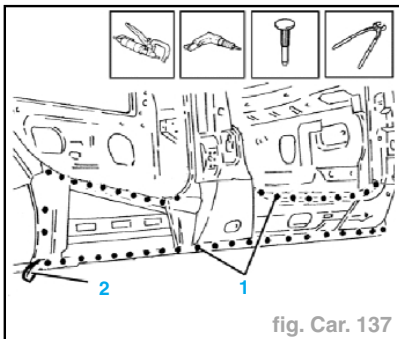

fig. Car. 137
- Faire sauter les points de soudure sur les bords du revêtement et déposer le revêtement de la coque (1) (fig. Car. 137).
- Détacher les découpes du bord inférieur (2).